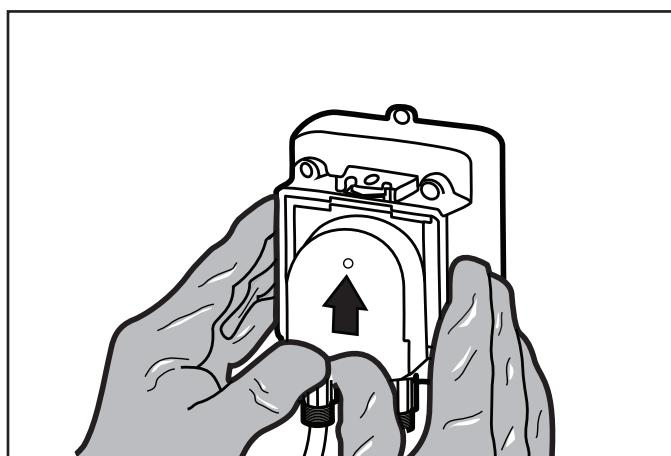

Figura 18. Deslizar la tapa para extraerla
3. Para deslizar la tapa y extraerla, empuje hacia arriba sobre el borde elevado. Consulte la Figura 18.